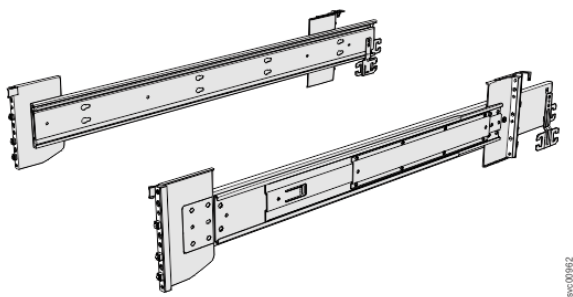

Figura 54. Trilhos de suporte
1. Localize o hardware que é usado para instalar os trilhos, incluindo os parafusos M4xL6 e M5xL13. Reserve o hardware, que é mostrado em Figura 54 na página 57, para uso posterior no processo de instalação.